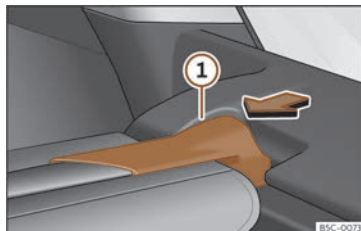

Fig. 122 Al maleter: desmuntar la safata.
- Premeu el suport de la safata»» fig. 122 ① en el sentit de la fletxa.
- Encaixeu el suport de la safata»» fig. 122 ① en l'allotjament de l'altre costat.